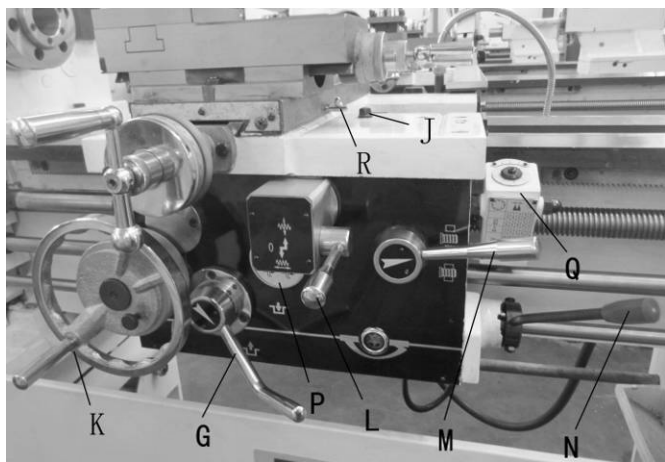
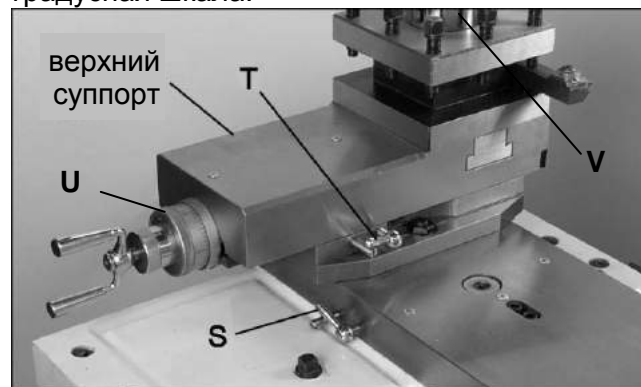

Рис.20
Рис.21
5. Фиксатор суппорта (J, Рис.20) расположен на крышке суппорта справа. Поворотом по часовой стрелке фиксирует суппорт от продольного перемещения, поворот против часовой стрелки – разблокирует.
**▲ВНИМАНИЕ:** В транспортном положении продольный суппорт станка зафиксирован винтом (J, Рис.20)! При подготовке станка к работе необходимо отвернуть фиксирующий винт, во избежание повреждения шестерен.
6. Маховик продольного перемещения (K, Рис.20) расположен на фартуке суппорта. Вращение маховика влево переместит суппорт к шпинделю. Вращение маховика вправо переместит суппорт к задней бабке. Информация о величине перемещения показывается на нониусе. Цена деления нониуса 0,1 мм. Для того чтобы сместить нониус в удобное для отчета положение (например, на «0»), ослабьте винт фиксации нониуса и поверните его. Не забудьте зафиксировать нониус винтом в выбранном положении.
7. Рукоятка выбора подачи (L, Рис.20) может находиться в трех положениях: верхнее, включена поперечная автоподача; среднее – нейтральное; нижнее, включена продольная автоподача.
8. Рукоятка маточной гайки (M, Рис.20) расположена справа на фартуке суппорта. Подключает вал для нарезания резьбы.
9. Рукоятка включения и выбора направления вращения шпинделя (N, Рис.20). Перемещение рукоятки вверх включает прямое вращение шпинделя (на оператора). Перемещение рукоятки вниз включает реверсивное (обратное, от оператора) вращение шпинделя. Ру-
10. Рукоятка включения подачи (G, Рис.20) в верхнем положении включает подачу, в нижнем положении – отключает.
11. Регулировка муфты сцепления (P, Рис.20). При работе станка с превышением нагрузки, возможно проскальзывание муфты сцепления. Для устранения проскальзывания необходимо изменить условия резания.
12. Указатель резьбы (Q, Рис.20) позволяет быстро вернуть суппорт (с размыканием маточной гайки) в начало резьбы по круговому указателю при нарезании резьбы резцом за несколько проходов.
13. Рукоятка поперечного перемещения (R, Рис.20) расположена над суппортом, обеспечивает поперечное перемещение. Цена деления нониуса 0,05 мм (на диаметр). Для того чтобы сместить нониус в удобное для отчета положение (например, на «0»), ослабьте винт фиксации нониуса и поверните его. Не забудьте зафиксировать нониус винтом в выбранном положении. Поперечное перемещение суппорта можно заблокировать фиксатором (S, Рис.21), который находится справа.
14. Верхний (дополнительный) суппорт можно поворачивать на 360°, если ослабить фиксатор (T, Рис.21). Угол поворота показывает градусная шкала.
15. Рукоятка перемещения верхнего суппорта (U, Рис.21). Вращением рукоятки по или против часовой стрелки обеспечивают перемещение верхнего суппорта. Цена деления нониуса 0,02 мм.
16. Рукоятка фиксации резцедержателя (V, Рис.21). Смену режущего инструмента осуществляют поворотом 4х позиционного резцедержателя, для этого ослабьте зажим, повернув рукоятку против часовой стрелки, после поворота в нужное положение, затяните, повернув рукоятку по часовой стрелке.
4. Установите рукоятку выбора направления автоматической подачи (L, Рис.20) в НЕЙТРАЛЬНОЕ положение.